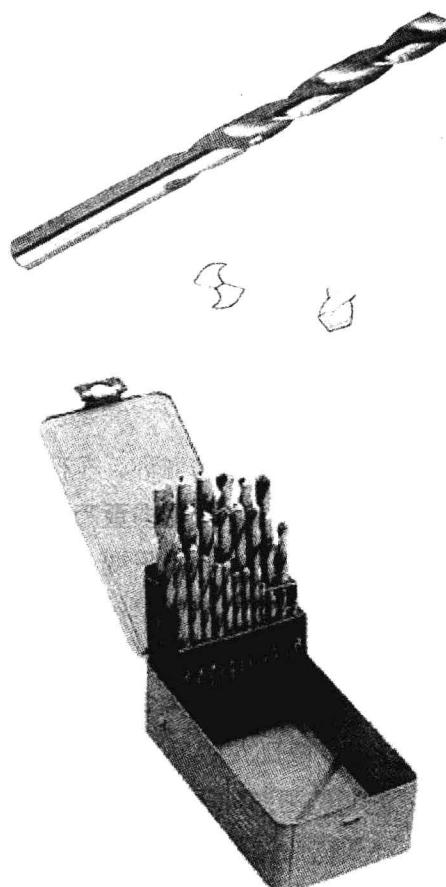

图 1-16 麻花钻头
(1) 麻花钻头。制作模型常用的麻花钻头规格有：直径0.8mm、1mm、1.2mm、1.5mm、1.7mm、2mm、2.5mm、3mm、3.4mm、4mm、4.2mm、5mm、6mm的钻头。钻头不锋利了，可以在电砂轮上磨刃口，或用细油石磨刃口，如图1-16所示。